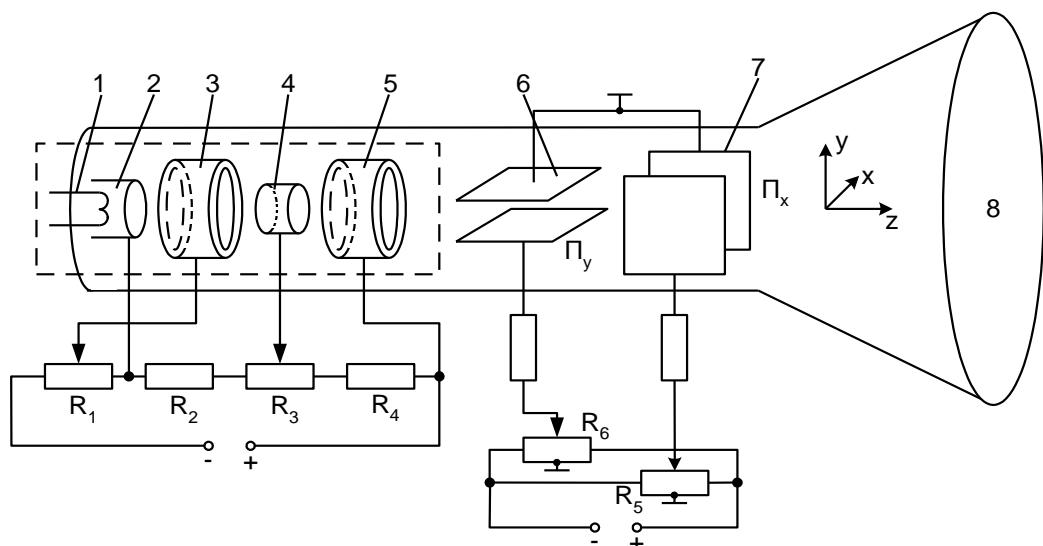
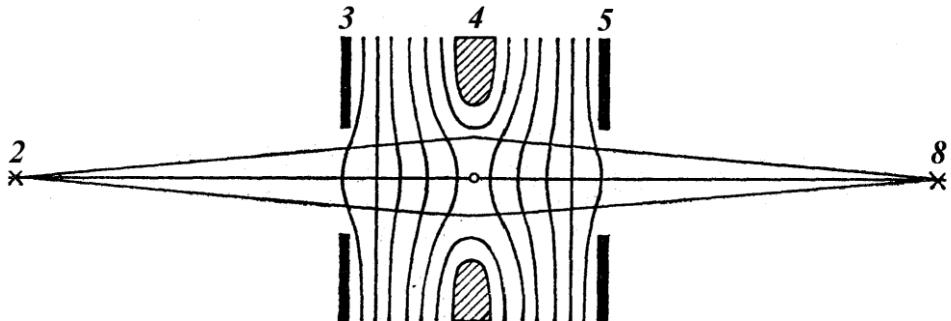

Рис. 4.3.
Рис. 4.4.
Эквипотенциальные линии в этих областях имеют форму, аналогичную поверхности выпуклой оптической линзы (рис. 4.4), и образуют две так называемые электростатические линзы. Когда электроны пролетают через такие линзы, то скорость и направления их движения изменяются аналогично тому, что происходит со светом на границе оптических линз.
Рис. 4.4 соответствует случаю, когда источник электронов и его изображение находятся на одинаковых расстояниях от линзы. В реальной электронной пушке на рис. 4.3 напряжение на фокусирующем электроде обычно подбирается таким образом, чтобы электрическое поле между электродами 3 и 4 образовывало короткофокусную линзу, сжимающую пучок электронов, а поле между электродами 4 и 5 - длиннофокусную линзу, формируя светящуюся точку на экране.
На рис. 4.3 также показаны цепи питания отклоняющих пластин, обеспечивающие перемещение всей «картинки» на экране. Постоянное напряжение на отклоняющие пластины поступает от соответствующего источника через потенциометры R_5 и R_6 . Движки этих потенциометров соединены с одной из пластин каждой пары, ручки управления движками выведены на лицевую панель осциллографа (см. рис. 4.2).
14. Используя рис. 4.3, объясните действие ручек регулировки яркости, фокусировки и положения пятна.